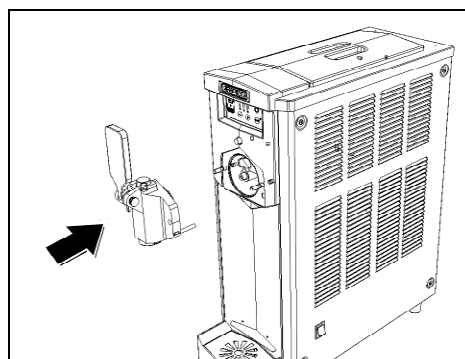

Fig. 22
- **R**emonter la bride en faisant en sorte que le goujon de centrage aille se coupler dans son emplacement (fig.22).